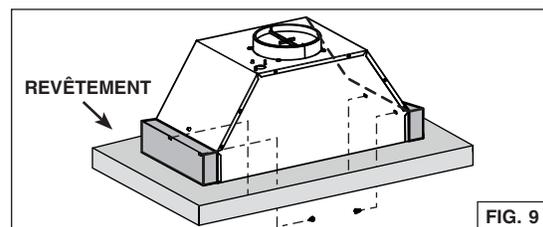

FIG. 9
7. Pour une installation dans une armoire sans base, insérer la hotte encastrable dans le revêtement d'armoire. Installer 2 blocs de bois d'une hauteur minimale de 2½ po et de 10¼ po de long (non inclus), sur le dessus de revêtement ainsi qu'à gauche et à droite de la hotte. Fixer la hotte aux blocs de bois à l'aide de (4) vis à bois incluses dans le sachet de pièces (2 vis par côté) (Fig. 9).